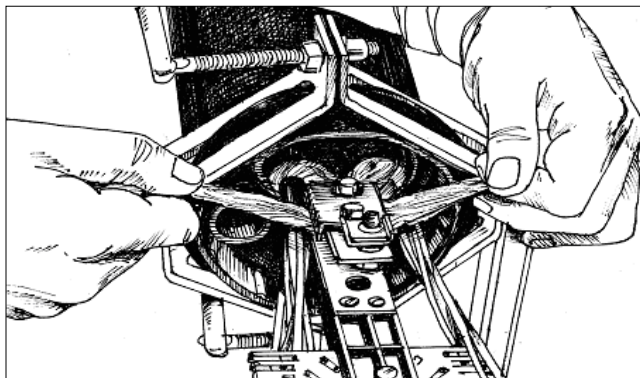
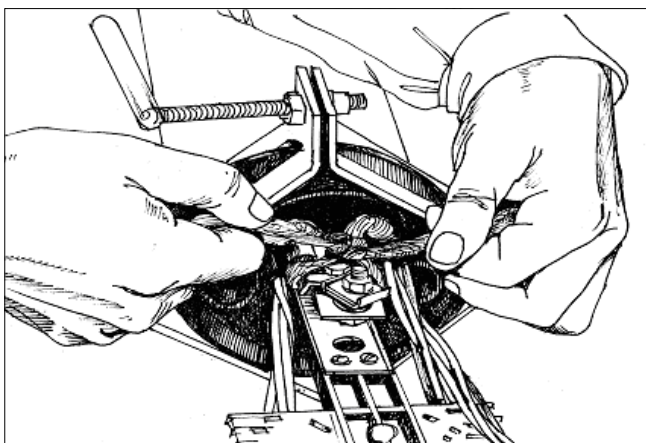

Рис. 3.11. Заведение нитей между винтами кронштейна
Рис. 3.12. Закрепление нитей двойным узлом
**3.5.8.** Если защитные покрытия в кабеле выполнены из синтетических нитей, то их заводят между винтами кронштейна навстречу друг другу (Рис. 3.11.), сильно натягивают и связывают узлом (Рис. 3.12.), затем винты затягивают.